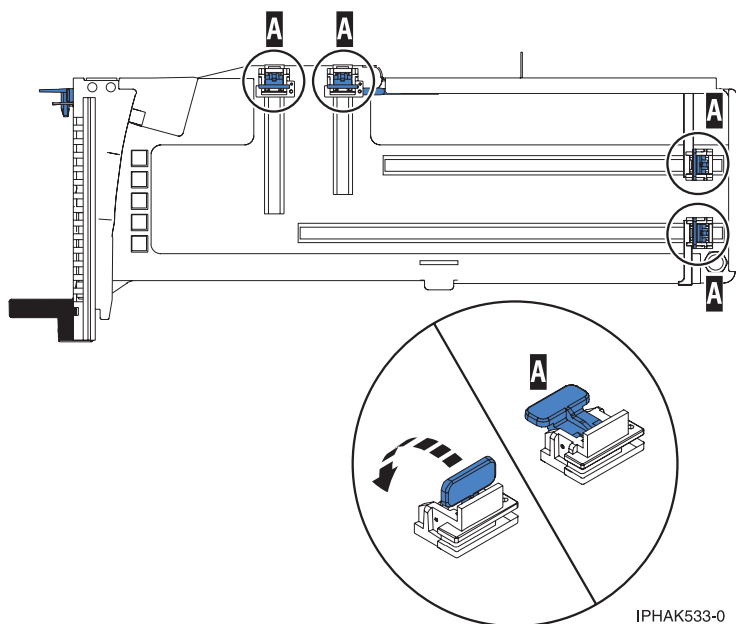

Abbildung 76. Adapterhalterungen
- b. Achten Sie darauf, dass alle Adapterhalterungen (**A**) nach außen zu den Kanten der Kassette gedrückt wurden, damit der Adapter installiert werden kann. Siehe Abb. 76 auf Seite 112.